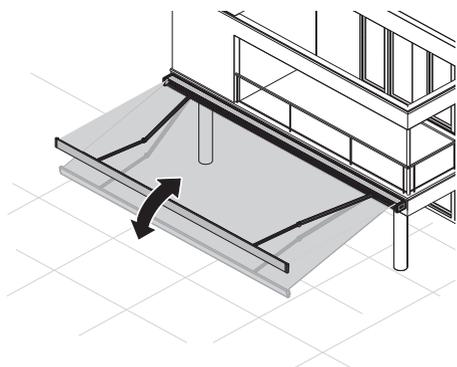

Fig. 22 : Ajuster l'inclinaison
1. Accrocher la manivelle dans l'œillet de la toile de lambrequin (Fig. 22).